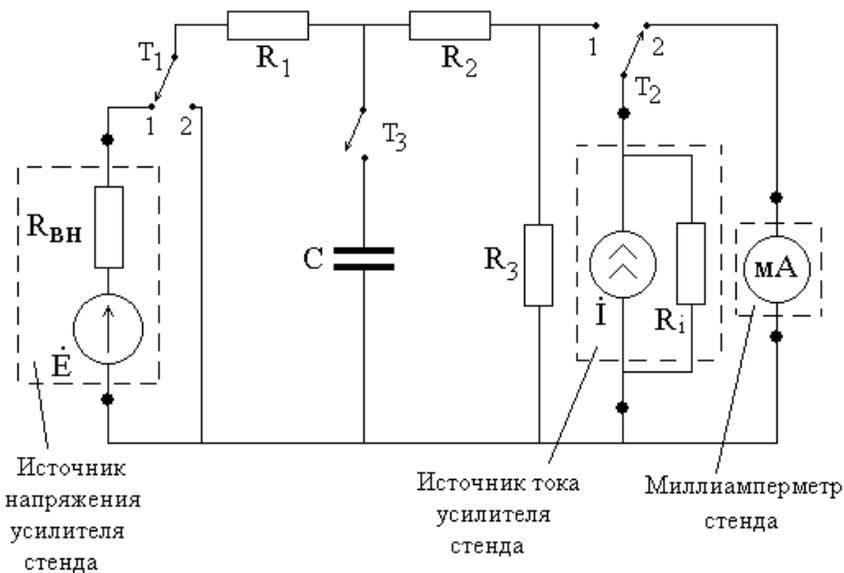

Рис. 21. Схема исследуемой цепи
1. Подключите генератор к блоку усилителей стенда и осциллограф к электронному коммутатору. Установите уровень сигнала генератора 0,3-0,6 В на частоте 40 кГц. Соедините с платой (рис. 21) источник напряжения (тумблер Т1 поставьте в положение 2), и с помощью вольтметра установите его напряжение равным 3-5 В.